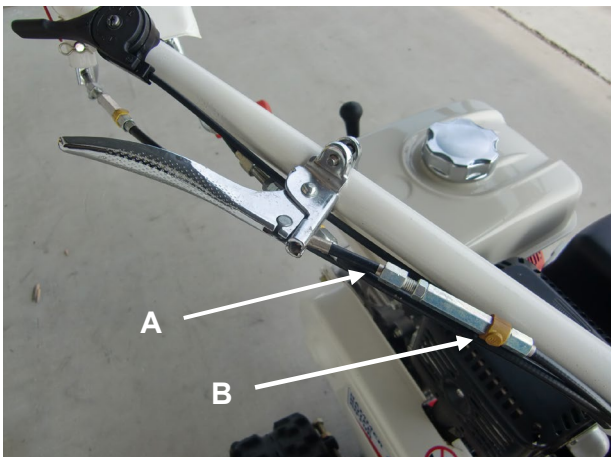

Figure 20
- S'il est difficile de libérer le guidon, dévissez l'écrou (A, Figure 20,21), puis vissez l'écrou B pour augmenter la tension du fil. Une fois le réglage effectué, revissez l'écrou A.
- Si le guidon ne se verrouille pas correctement, dévissez l'écrou (A, Figure 20,21), puis dévissez l'écrou A pour diminuer la tension du fil. Une fois le réglage effectué, revissez l'écrou B.